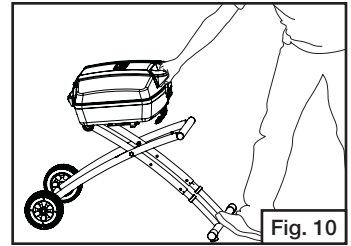

Fig. 10
- Apoye un pie en la manija de remolque, sujete la manija de la tapa y llévela hacia arriba hasta que la base esté completamente extendida. (Fig. 10)